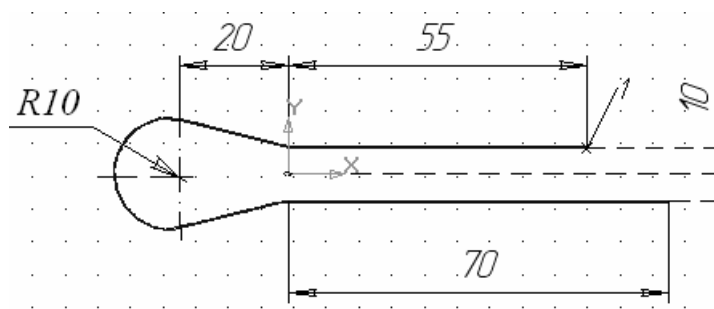

Рис. 4.3. Эскиз-траектория модели
4. Постройте траекторию, изображенную на рис. 4.3.
- определите положение плоскости: в **Дереве построения** выделите “Плоскость ZY”, затем мышкой непосредственно в **окне детали** укажите на точку 1 построенной траектории (рис. 4.3);